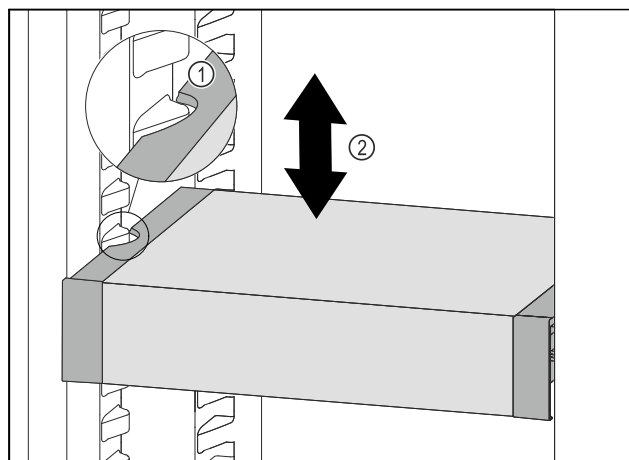

Fig. 116
- Táhněte VarioSafe dopředu, dokud nebudou boční vybrání VarioSafe na úrovni žebrování na nádobý v chladničce. Fig. 116 (1)
► Posouvejte VarioSafe v chladničce nahoru nebo dolů, dokud nedosáhnete požadované výšky. Fig. 116 (2)